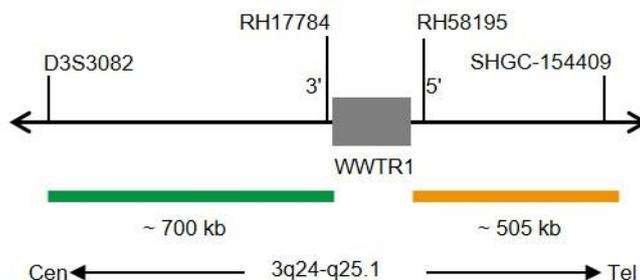

Fig. 1: SPEC WWTR1 Mapa da sonda (sem escala)
- Polinucleótidos (~10 ng/μl) com marcação ZyGreen (excitação 503 nm/emissão 528 nm), dirigidos ao mapeamento de sequências alvo em 3q24-q25.1* (chr3:148,533,200-149,234,601) proximais à região de quebra do WWTR1 (ver Fig. 1).
- Polinucleótidos (~4.5 ng/μl) com marcação ZyOrange (excitação 547 nm/emissão 572 nm), dirigidos ao mapeamento de sequências alvo em 3q25* (chr3:149,430,325-149,933,565) distais à região de quebra do WWTR1 (ver Fig. 1).